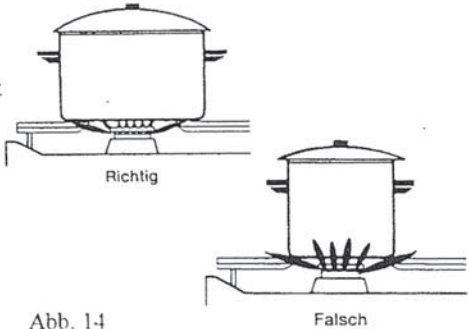

Abb. 14
- Achten Sie darauf, daß die Flammenspitzen nicht über den Topfrand ragen, da sonst unnötige Energieverluste auftreten (Abb. 14).